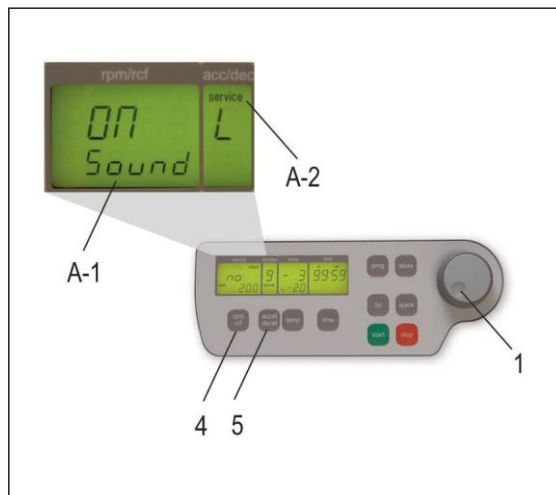

Abbildung 5
Öffnen Sie wie unter Punkt 1.8.1 beschrieben das Menü „Grundeinstellungen“. Danach drücken Sie die Taste „accel/decel“ (5). Im Anzeigenfeld „accel/decel“ (A-2) blinkt der Schriftzug „service“. Wählen Sie nun mit dem Einstellregler (1) den Buchstaben „L“. Daraufhin erscheint im Anzeigenfeld „rpm/rcf“ (A-1) der Schriftzug „On Sound“. Wenn Sie jetzt die Taste „rpm/rcf“ (4) drücken, blinkt der Schriftzug „On“ und mit dem Einstellregler (1) kann der Ton abgeschaltet werden (siehe Abbildung 5).